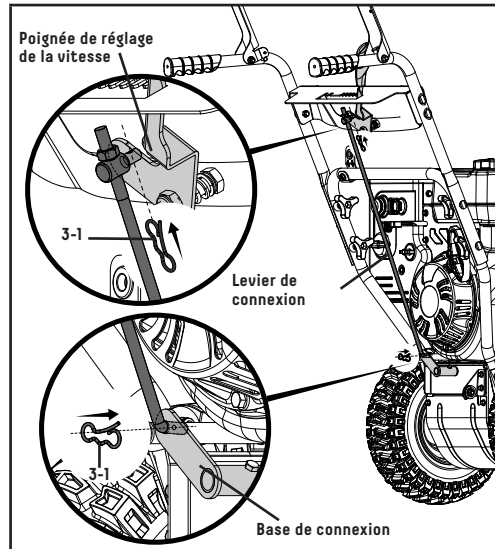

Figure 6
2. Reliez le levier de connexion et la poignée de réglage de la vitesse avec la goupille fendue (figure 6).